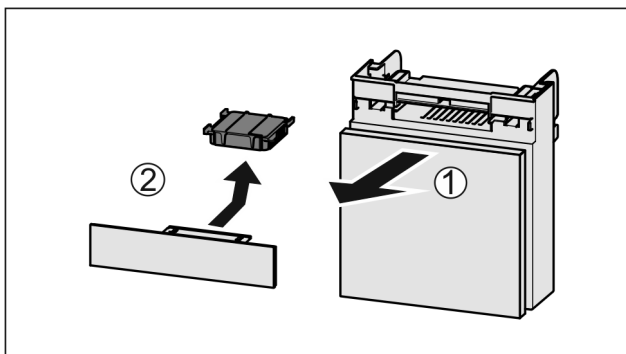

Fig. 186
- Estrarre il vano tirando in avanti Fig. 186 (1).
- Rimuovere il filtro a carboni attivi Fig. 186 (2).